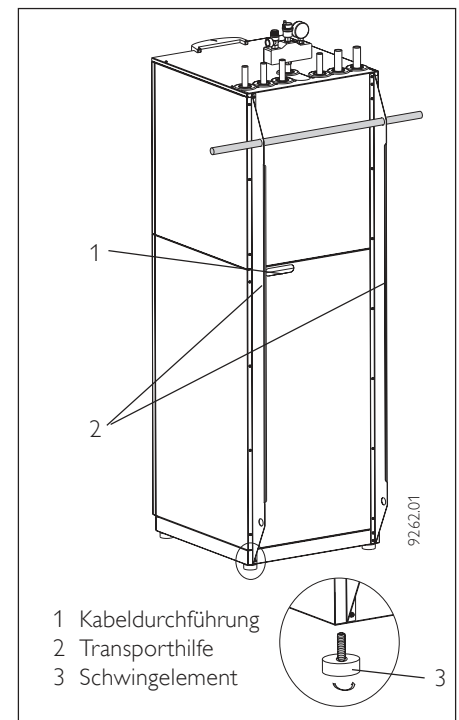

Abb. 9
Damit das Gerät vor Beschädigung geschützt ist, sollte es in der Verpackung senkrecht transportiert werden. Bei beengten Transportbedingungen kann das Gerät auch in Schräglage $\leq 45^\circ$ nach hinten geneigt transportiert werden. Die hinten am Gerät angebrachten Winkelbleche dienen in Verbindung mit einem entsprechenden Rohr als Transporthilfe (Abb. 9). Lagerung und Transport bei Temperaturen unter -20°C und über $+50^\circ\text{C}$ sind nicht erlaubt.
3. Bevor das Gerät von der Palette genommen wird, die Schwingelemente (Pos. 3, Abb. 9) dem Beipack entnehmen und ganz in das Gerät hineinschrauben.
Alle Anschlussleitungen sowie Fühlerleitungen müssen durch die vorgesehenen Durchführungen in der Rückwand geführt werden (Pos. 1 in Abb. 9).